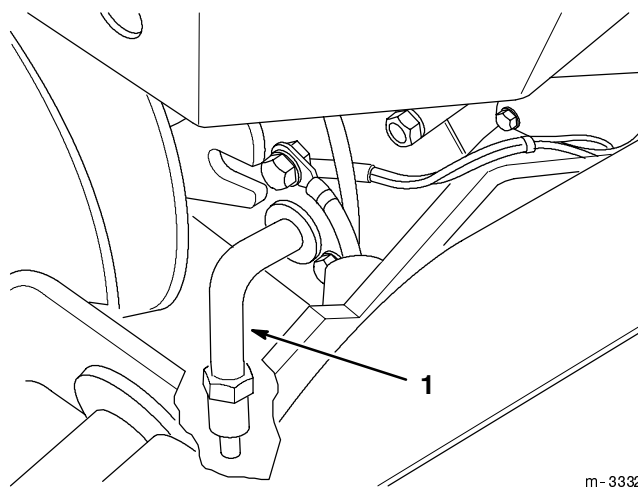

Figure 29
- Placer un récipient sous l'ouverture de vidange d'huile. Dévisser le bouchon de 1/8 de tour vers la gauche, et le retirer pour vidanger l'huile (Fig. 29).